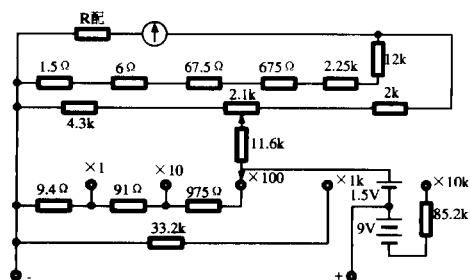

图 2 电阻档测量电路
4. 某个倍率档测量偏差太大。一般说R×1Ω档测量结果偏差大,是9.4Ω线绕电阻烧断造成的;R×10Ω档测量结果偏差大,一般是91Ω电阻烧断引起的;R×100Ω档测量偏差大,多因975Ω电阻烧断。从电路图2中可以看出:R×1Ω、R×10Ω、R×100Ω这三个档的电阻相互串联,构成抽头分流式电阻测量电
5.  $R \times 1 \text{ k}\Omega$  和  $R \times 10 \text{ k}\Omega$  两倍率档正常,但  $R \times 1 \Omega$ 、 $R \times 10 \Omega$ 、 $R \times 100 \Omega$  这三个档测同一电阻时指针指示同一刻度。如一个阻值为  $1 \text{ k}\Omega$  的电阻,用  $R \times 1 \text{ k}\Omega$  档测指针指在刻度“1”上,而这个表用  $R \times 1 \Omega$ 、 $R \times 10 \Omega$ 、 $R \times 100 \Omega$  分别去测这个  $1 \text{ k}\Omega$  的电阻,指针均指“1”,也就是阻值成了  $1 \Omega$ 、 $10 \Omega$  和  $100 \Omega$ 。从电阻测量电路图 2 可知,这三个档分流电阻分别为  $9.4 \Omega$ 、 $(9.4 +$